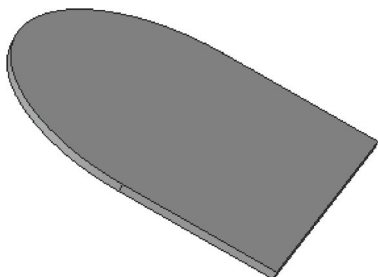

图 13-17 打开模型文件
STEP 01 单击快速访问工具栏中的“打开”按钮, 打开模型文件，如图 13-17 所示。